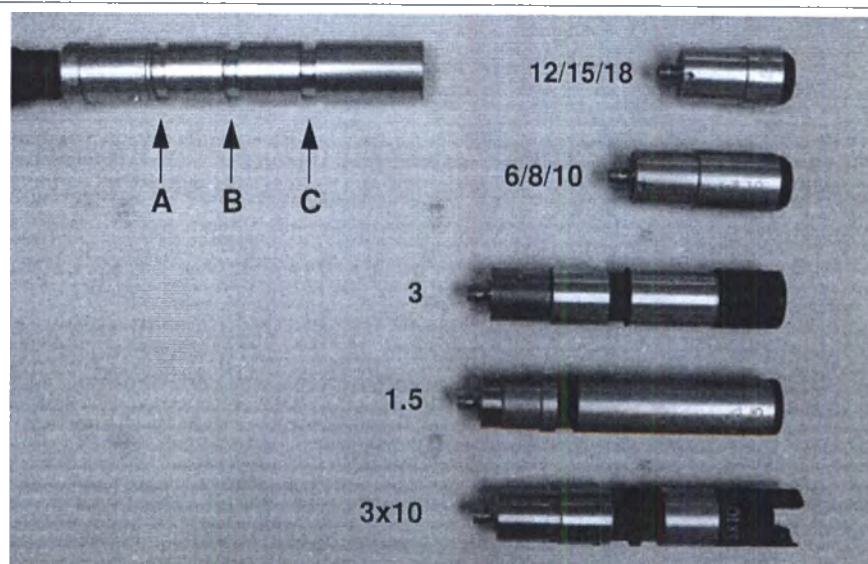

Рисунок 5-1 Слайдер и насадки слайдера
1. Выбор подходящей насадки слайдера (см. Рисунок 5-1):
- Паз «В» имеет отметку «SS/8/15» для малоразмерных (SS) пятен 1,5 мм, 3 мм и 3x10 мм, а также для световых пятен размерами 8 мм и 15 мм.